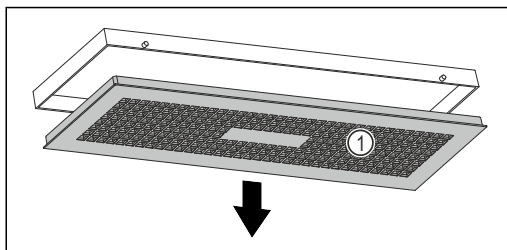

Fig. 112
- ▶ Бавно завъртете кутията за вода нагоре, при което задръжте капачката Fig. 112 (1).
- ▶ Свалете капачката Fig. 112 (1).